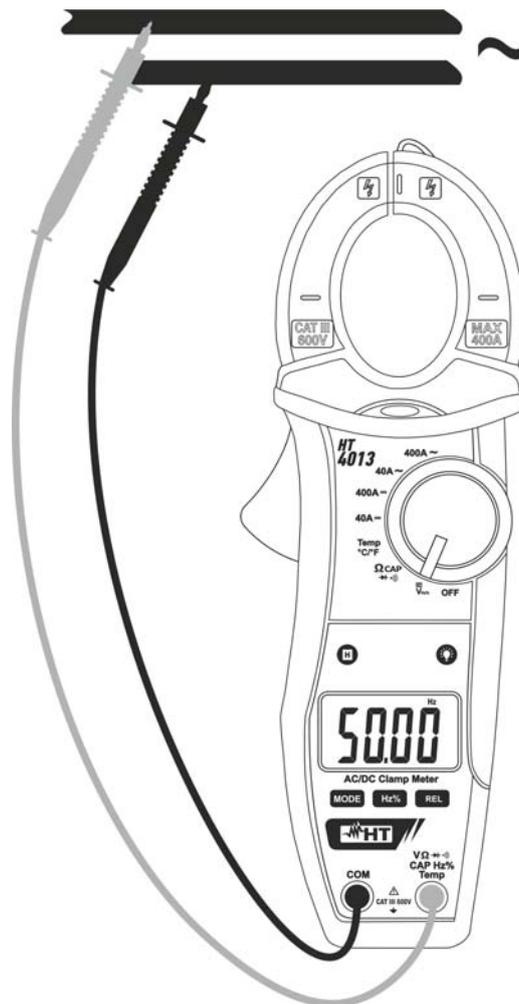

Fig. 5 : Utilisation de la pince pour mesures de Fréquence et Duty Cycle
4. Positionner les embouts sur les points désirés du circuit sous test (voir Fig. 5) pour la mesure de fréquence avec embouts. La valeur de fréquence (Hz) ou de duty cycle (%) apparaît à l'écran.